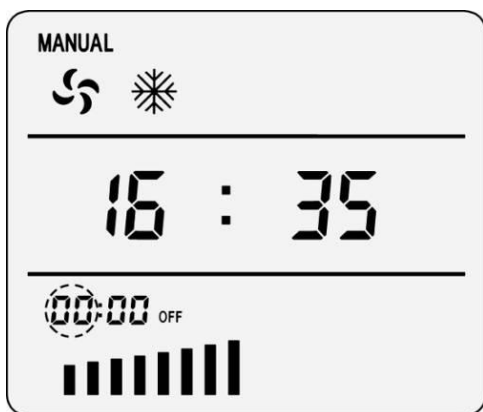

Рис. 8.7 Установка часов
3) нажмите кнопку , --:-- сменится на 00:00 и замигают часы, используйте кнопки  для установки часов (рис. 8.7);